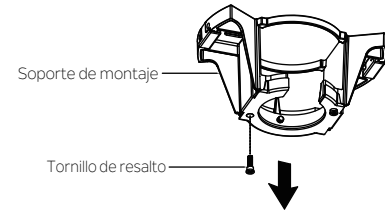

Fig. 13
Paso 1. Retire uno de los dos tornillos de resalto en el soporte de montaje. Afloje el segundo tornillo de resalto sin retirarlo por completo. (Fig. 13)